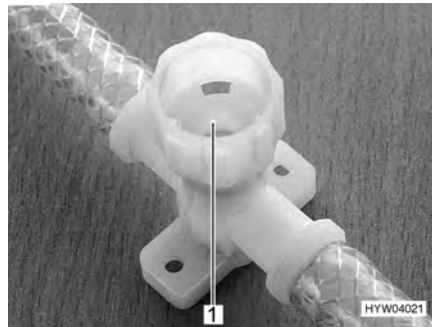

Fig. 130 Rubinetto di scarico per scaldacqua
- Chiudere tutti i rubinetti di scarico. A tal fine ruotare i coperchi (Fig. 130,1) in senso orario.
- Aprire tutti i rubinetti di scarico dello scaldacqua. A tal fine ruotare i coperchi (Fig. 130,1) in senso antiorario.